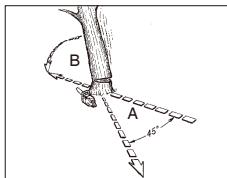

Fig. 11A
**⚠ ADVERTENCIA:** Debe planificarse una vía de retirada (A) y despejarse según sea necesario antes de iniciar los cortes. La vía de retirada debe extenderse hacia atrás y en diagonal hasta la parte trasera de la línea de caída esperada, como se muestra en la ilustración de la Fig. 11A.
**NOTA:** La dirección de caída (B) se controla mediante el corte de tala. Antes de efectuar cualquier corte, considere la ubicación de las ramas más grandes y la inclinación natural del árbol para determinar la manera en la que caerá el árbol.
**⚠ ADVERTENCIA:** A medida que el corte de derribo se aproxima a la bisagra, el árbol debe empezar a caer. Cuando el árbol empiece a caer, retire la sierra del corte, detenga el motor, baje la motosierra y abandone la zona por la vía de retirada (Fig. 11A).